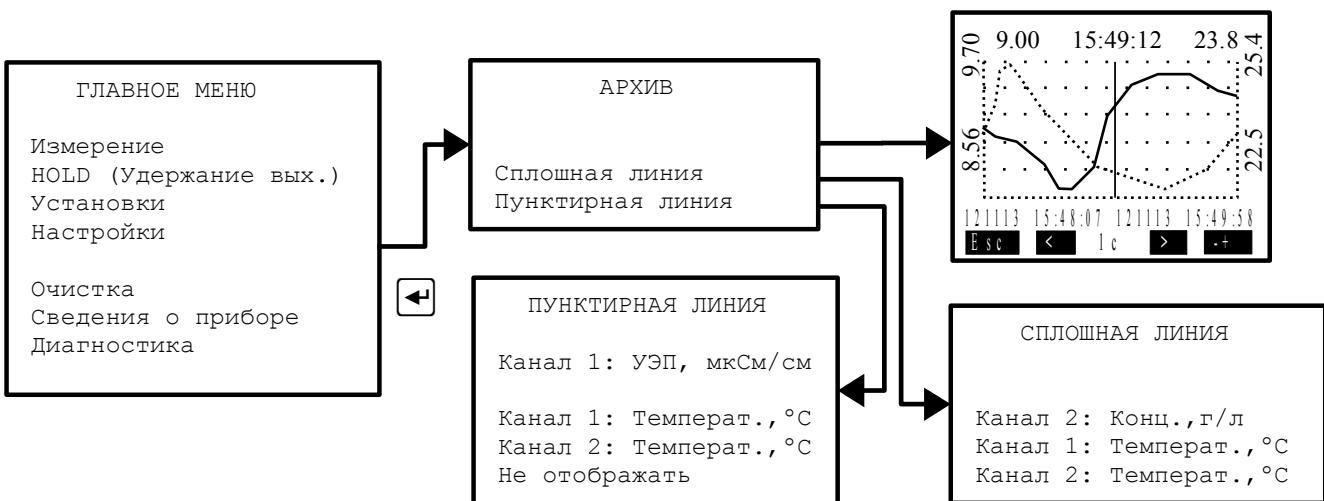
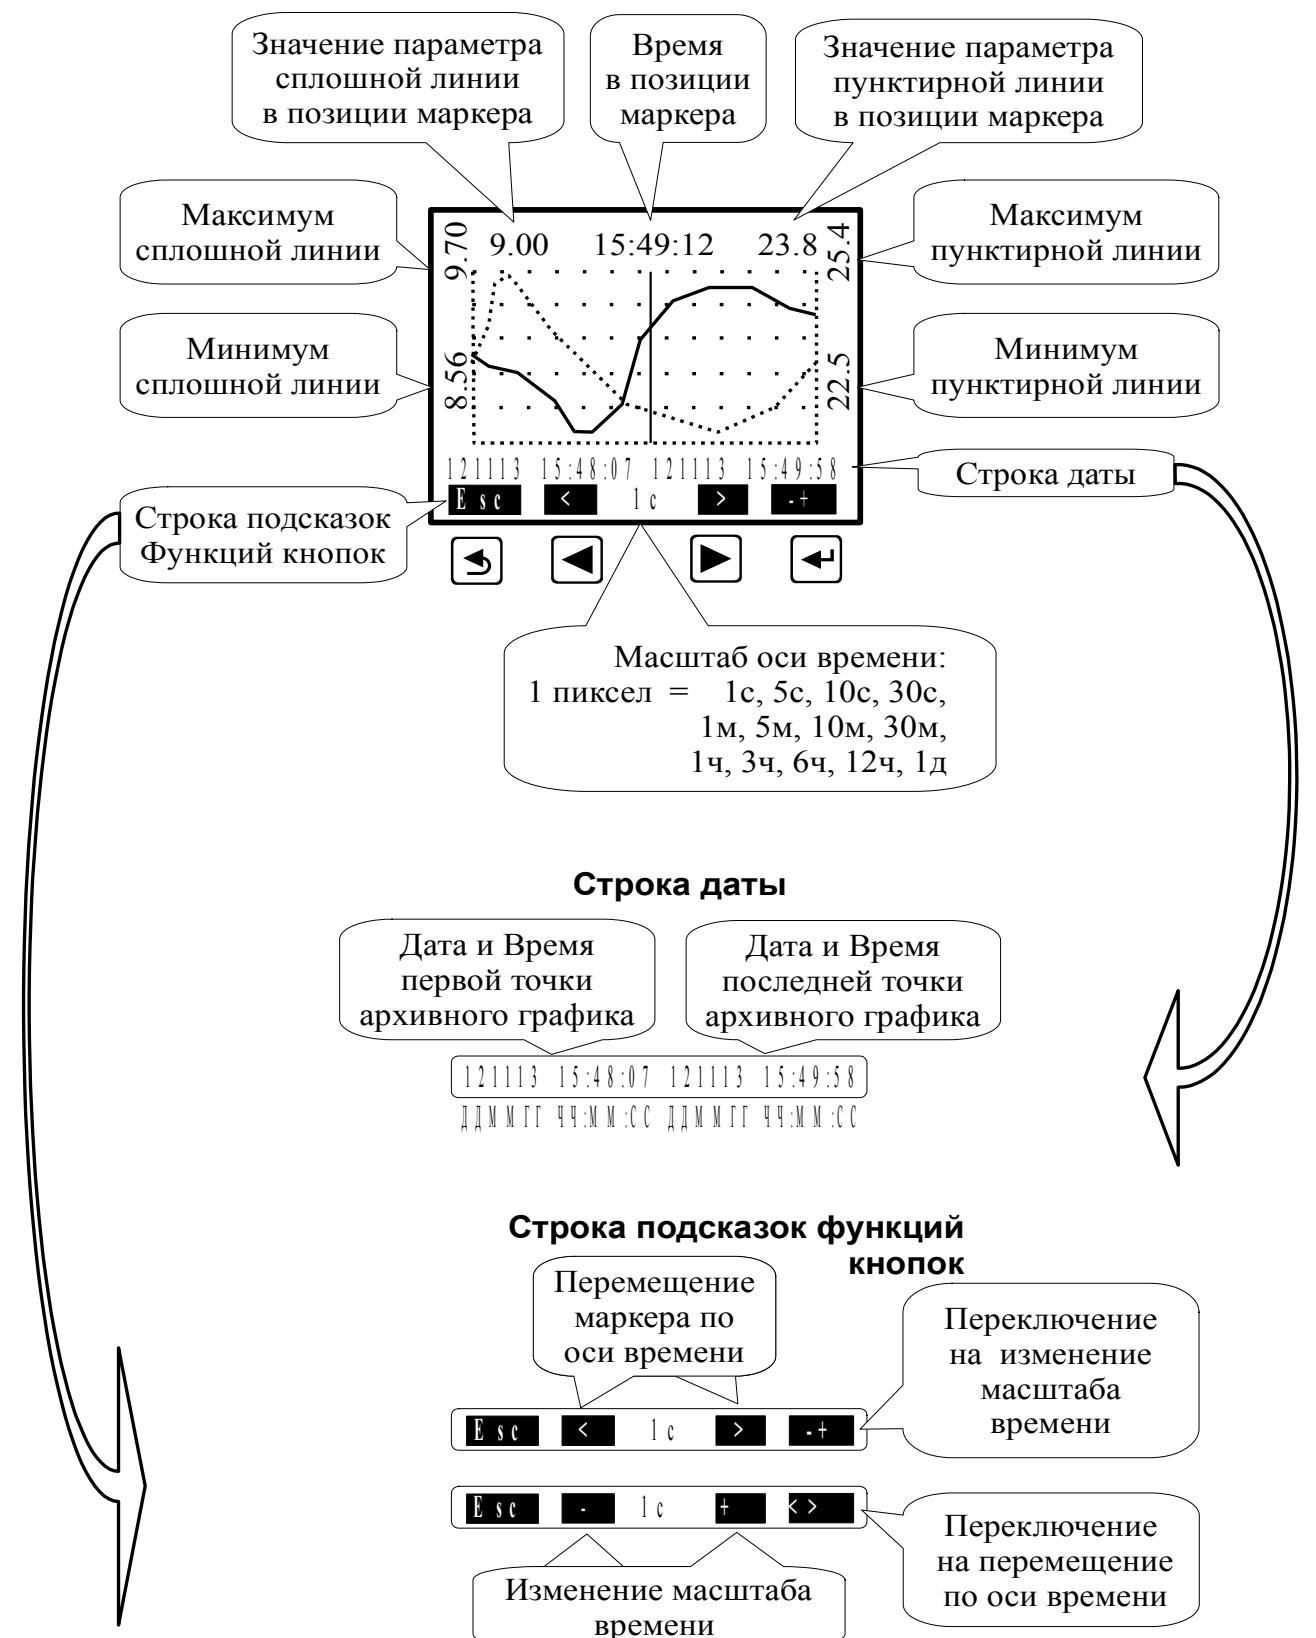

Рисунок 19 - Структура меню «АРХИВ»
Рисунок 20 - Описание элементов управления и отображения данных в меню «Просмотр архива»
4.3.5.3 Архивные данные можно посмотреть на дисплее ИП (Рисунок 19, Рисунок 20).
- **Просмотр архива** - в этом режиме просматривается архив одного или двух заранее выбранных параметров. Правая кнопка позволяет переключать режим управления маркером: кнопками и либо изменяется интервал дискретности по времени, либо перемещается маркер, указывающий на время про-смотр и состояние измеряемых параметров в это время (Рисунок 20).
Масштабирование оси времени и перемещение по оси времени осуще-ствляется кнопками в режиме «Просмотр архива» (смотри Рисунок 20).